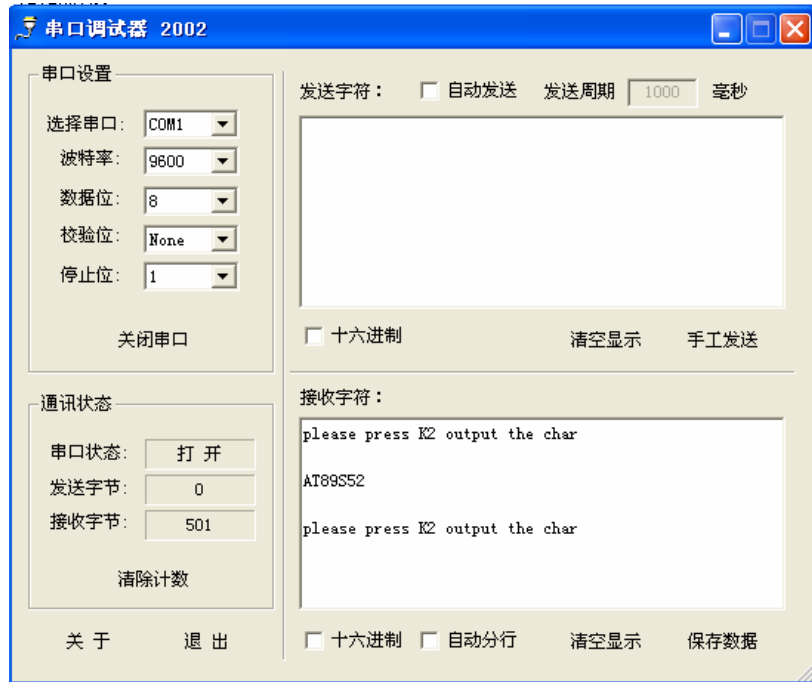

图 3-27
3. 单片机会发出信息提示按下 K2 进行操作。当按下 K2 时串口调试器就会接收到“AT89S52”的字符，如下图 3-27 所示。